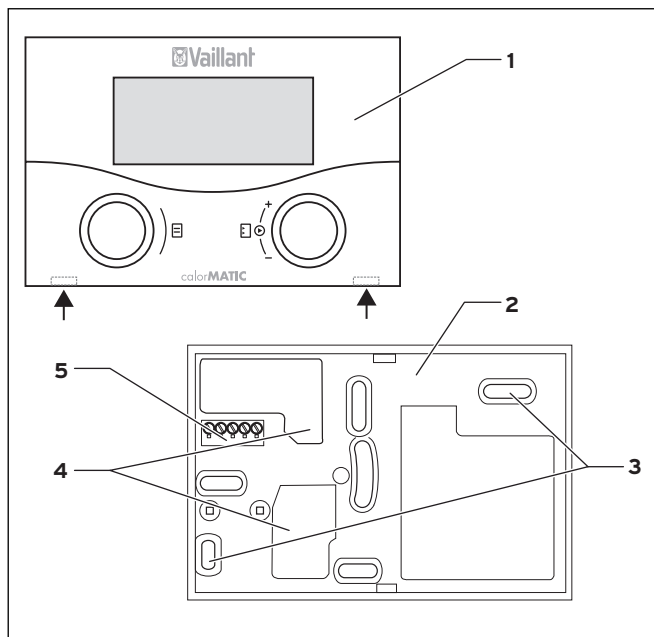

Рис. 4.1 Монтаж calorMATIC 430
- ⇒ Осторожно вставьте регулятор (без настенного цоколя, см. рис. 4.1) штырьковым коннектором в предусмотренный для этого штекерный разъем отопительного прибора.
- ⇒ Извлеките регулятор (1) из настенного цоколя (2). Для этого введите отвертку в обе защелкивающиеся накладки (см. стрелки на рис. 4.1).
- ⇒ Просверлите два отверстия соответственно крепежным отверстиям с диаметром 6 мм (3).
- ⇒ Проведите кабель электронной шины через кабельные вводы (4).
- ⇒ Осторожно вдавите регулятор в настенный цоколь, чтобы он защелкнулся. При этом штырьковый коннектор с обратной стороны регулятора должен подходить к штекерному разъему (5) настенного цоколя.